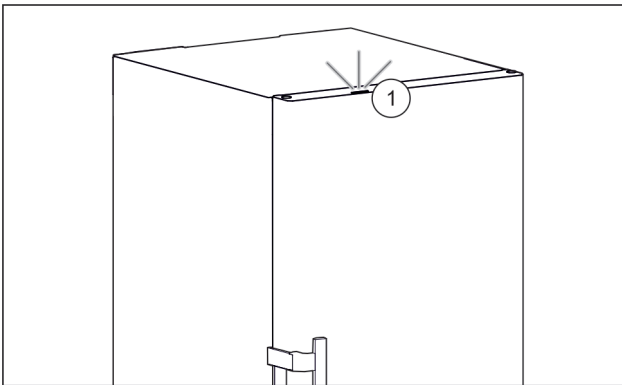

Fig. 41 Aktives Statuslicht bei geschlossener Tür
- ▷ Statuslicht Fig. 41 (1) ist aktiviert.